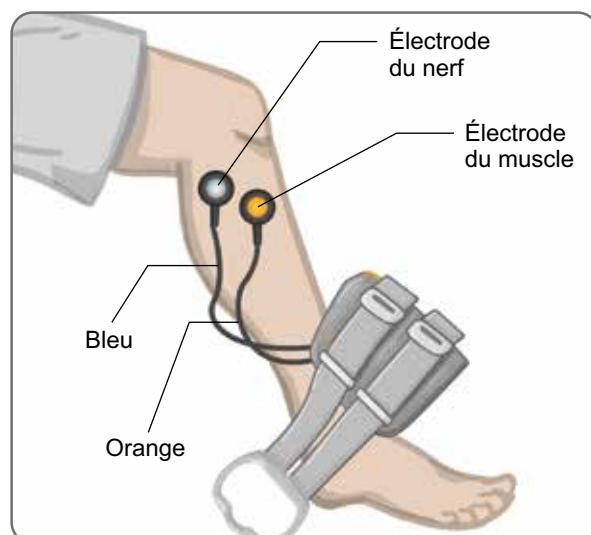

Figure 8-4 : Câble d'ajustement connecté
3. Connectez les extrémités orange du câble d'ajustement à la base d'électrode du muscle et à la prise orange de la jambièrre. Reportez-vous à la figure 8-4.
4. Connectez les extrémités bleues du câble d'ajustement à la base d'électrode du nerf et à la prise bleue de la jambière. Reportez-vous à la figure 8-4.
5. Posez la jambière à côté du pied du patient. Reportez-vous à la figure 8-4.